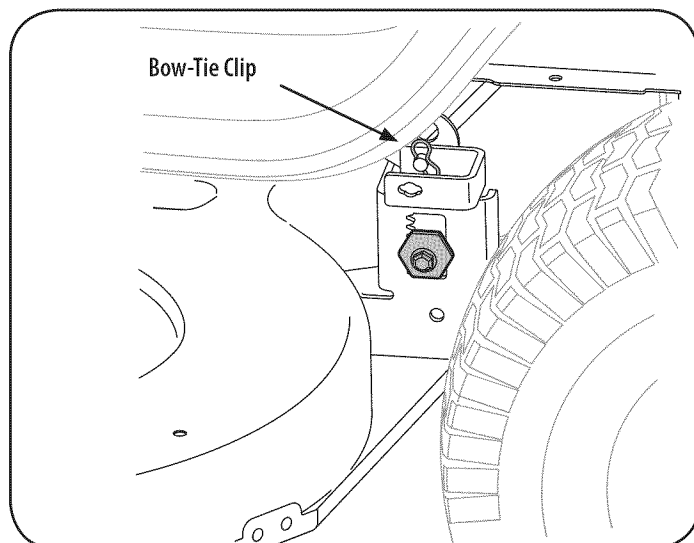

Figura 16
5. En cuanto a la plataforma de corte desde el lado izquierdo del tractor, busque el arco alfiler de corbata que asegura la vara de apoyo de cubierta en la parte trasera izquierda de la cubierta. Véase la Figura 16. Retire el arco alfiler de corbata que asegura la vara de apoyo de cubierta, y retirar con cuidado el apoyo de la cubierta de los brazos de elevación de la cubierta.